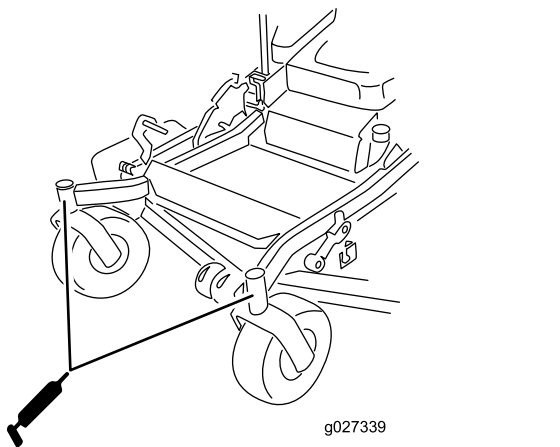

Figure 45
10. Remettez le bouchon hexagonal et le capuchon antipoussière en place (Figure 45).
11. Graissez les roulements des roues pivotantes (Figure 45).